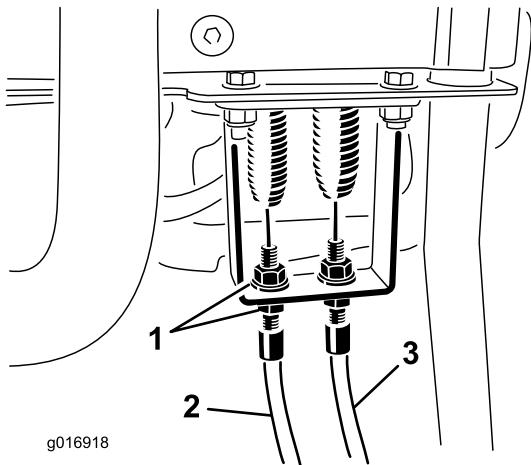

Figura 45
2. Compruebe que no hay holgura en el cable de control de tracción, en el muelle de extensión (Figura 45).
9. Ajuste las contratuerzas del cable en el soporte para eliminar la holgura del cable sin alargar el muelle (Figura 45).
3. En el soporte de la palanca de control, afloje el cable de control del molinete hasta que haya holgura en el cable (Figura 45).